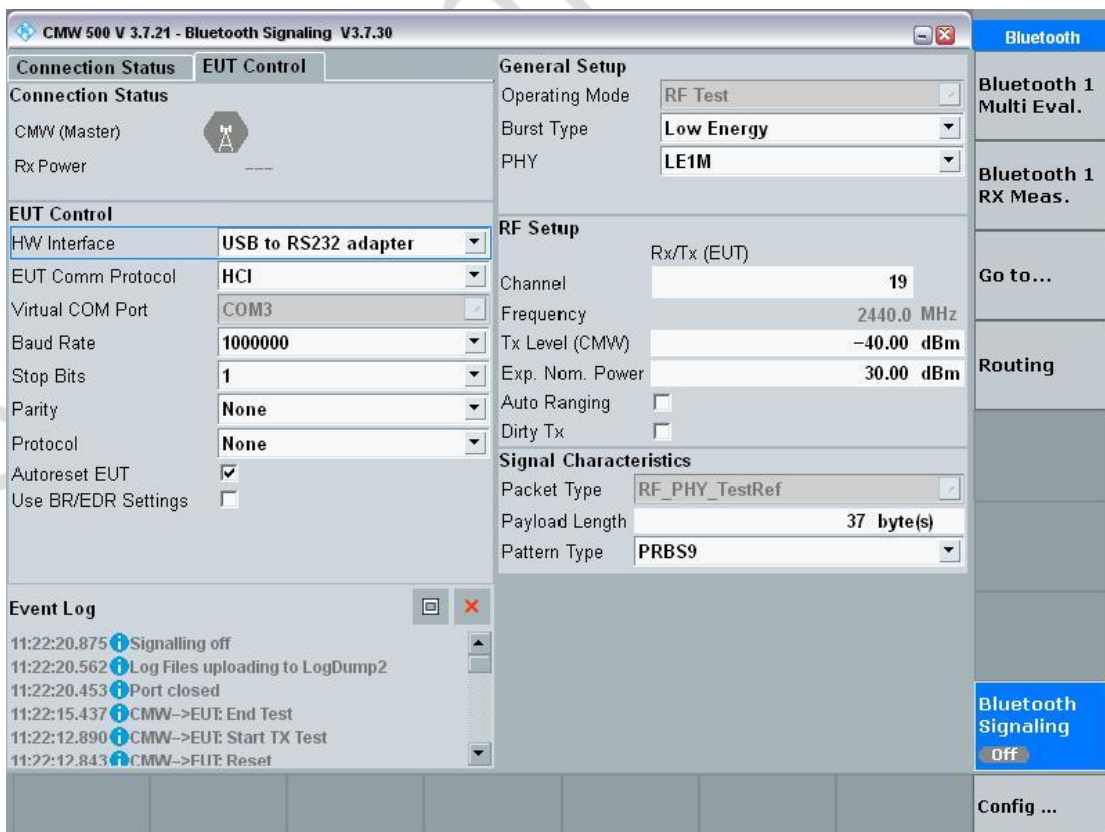

图 3-3
- 进入信令设置界面可以看到 **Bluetooth signaling** 默认为 **OFF** 的状态如图 3-3；